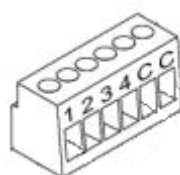

Figura 2. Clema de conexión de entradas y salidas
- **Botón de Prog./Test (2):** una pulsación corta sobre este botón sitúa al dispositivo en modo programación, con lo que el led asociado (3) se ilumina en rojo. Si este botón se mantiene pulsado en el momento en que se aplica la tensión de bus, el BIN entra en modo seguro. El led reacciona parpadeando en rojo.
- **Base de conexión de entradas y salidas:** punto de inserción de la clema con cables (ver Figura 2) que permitirá conectar al BIN los diferentes elementos de entrada y salida.